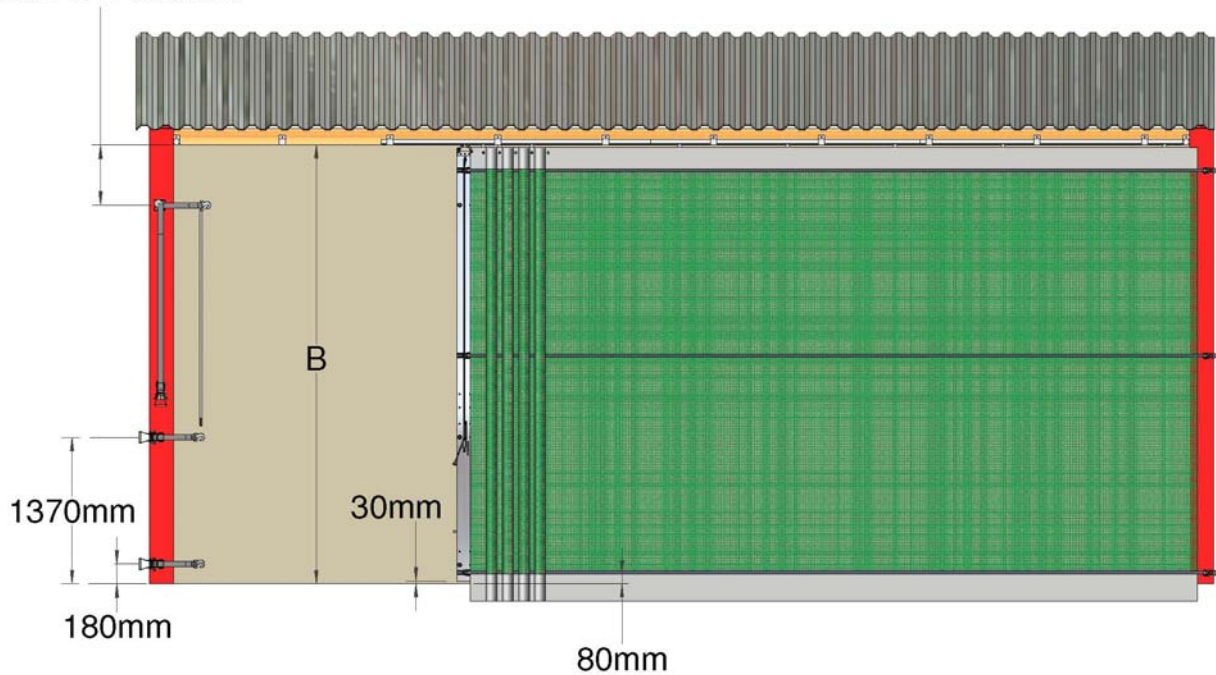
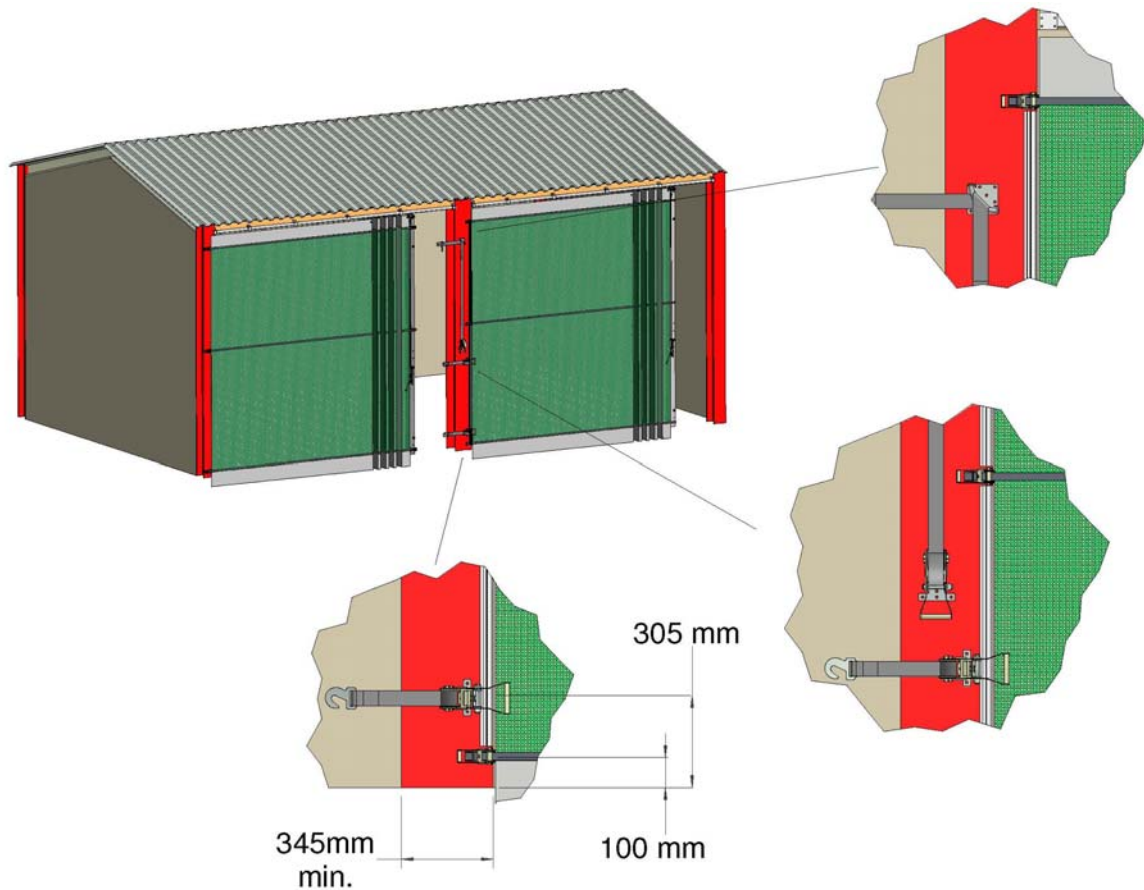

Abbildung 3a: 50-mm-Ratschenpositionen $B > 3,0$ m
Abbildung 9: Doppeltes Trackscreen-System – fortlaufende Anordnung
Abbildung 3a zeigt die Positionen der Spannratschen und des Eckblechs bei Netzen, bei denen B größer als 3,0 m ist.
7.1.1 Beide Pfosten schließen gegen den Mittelpfosten, die Positionen der Pfostenspannratschen für das rechte und das linke Netz sind aus Abbildung 3a und 3b ersichtlich. Die Positionen der unteren Ratschen für das linke Netz liegen 125 mm höher als die rechten Ratschen.
7.3.1 Beide Netze öffnen in die gleiche Richtung, von links nach rechts oder umgekehrt (Abbildung 9). Die Positionen der Ratschen am festen Ende entsprechen Abbildung 5. Die Positionen der unteren Pfostenspannratschen liegen 125 mm höher als in Abbildung 3a und 3b gezeigt.